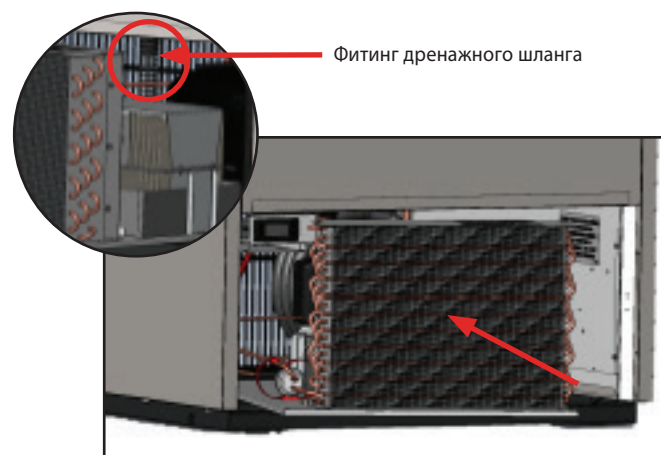

Рис. 6. Повернуть конденсатор влево.
7. Повернуть переднюю часть конденсатора влево, чтобы отодвинуть компрессор от дренажного шланга для отвода конденсата и фитинга дренажного шланга. См. рис. 6.